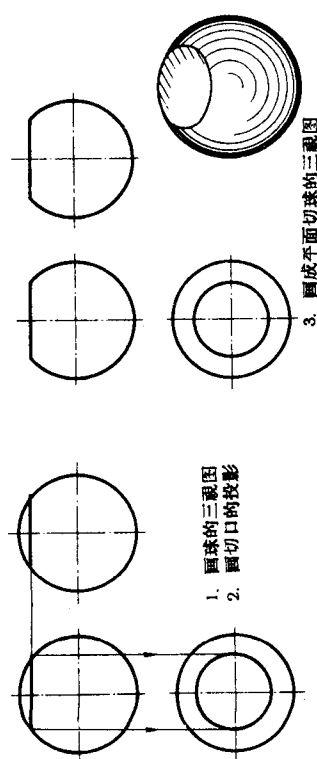

图 1-47 平面切球
6) 球上切平, 球中穿孔: 用平面切球, 切口是个圆。若切平面与水平面平行时, 切口在水平面上的投影是个圆, 其余两个投影都是直线。画图先画投影为直线的视图, 如图 1-47。按切口的高度在主视图上画一直线, 它与圆周(球的投影)交于两点, 这两点之间的线段长度等于圆切口的直径, 向俯视图投影, 即可画出俯视图上的圆(切口的投影)。圆球正中穿圆柱孔时, 穿孔处在水平面上的投影是个圆, 其余两个投影的中心线与水平面垂直, 穿孔在水平面上的投影是个圆, 其余两个投影都是个长方框, 方框的上下边是穿孔处交线的投影, 方框的左右边是孔的轮廓(虚线)。画图时先画水平面上的投影, 然后向主、左视图投影,